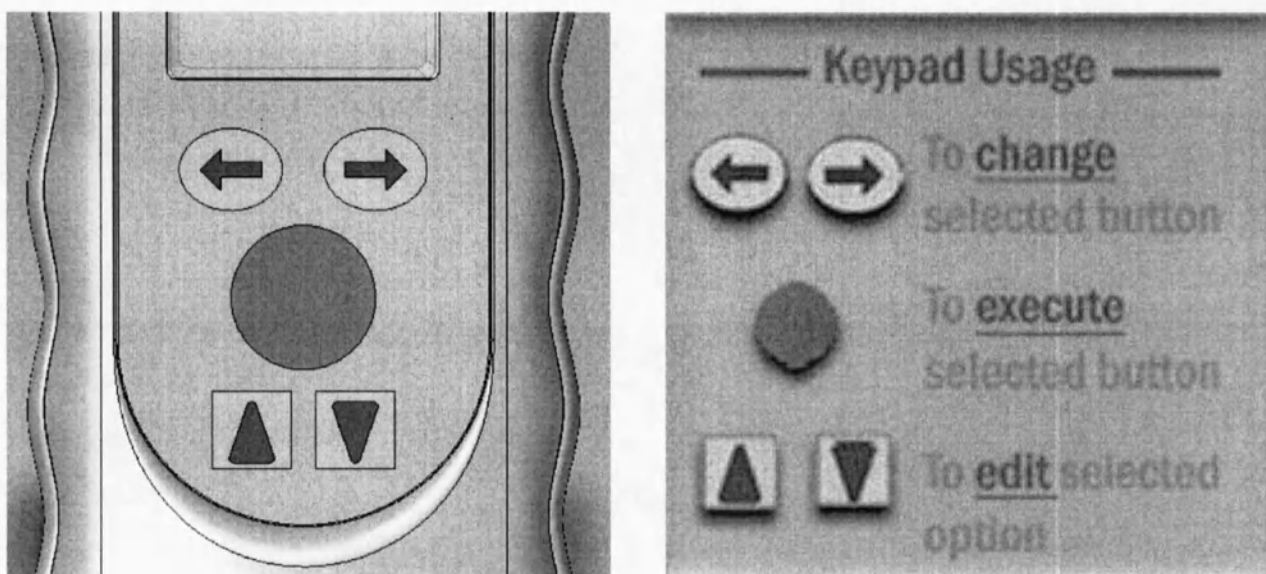

Рис. 3-2 Кнопки навигации по программному обеспечению инфракрасного сканера 2000
4. Навигация по программе. Используйте стрелки влево/вправо для перемещения в меню. Используйте зеленую центральную кнопку "Enter" для подтверждения выбора выделенного пункта в меню. Используйте стрелки вверх/вниз для редактирования значений выбранных полей. См. рис. 3-2.